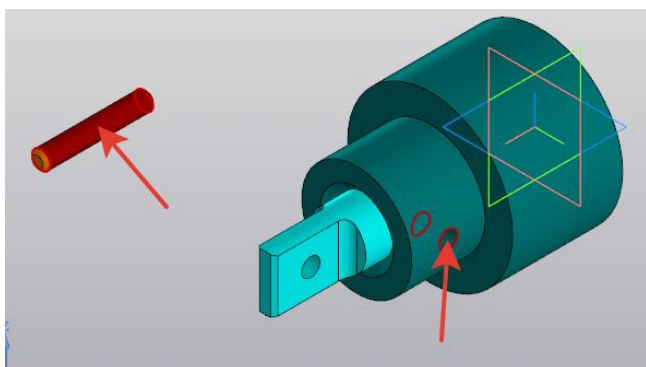

Рисунок 162.
15. На панели инструментов **Размещение компонентов** - выберите  **Соосность**. В **Параметрах** - **Объект 1** – указать цилиндрическую часть штифта, **Объект 2** – внутреннее цилиндрическое отверстие корпуса. **Создать объект** (рисунок 162).